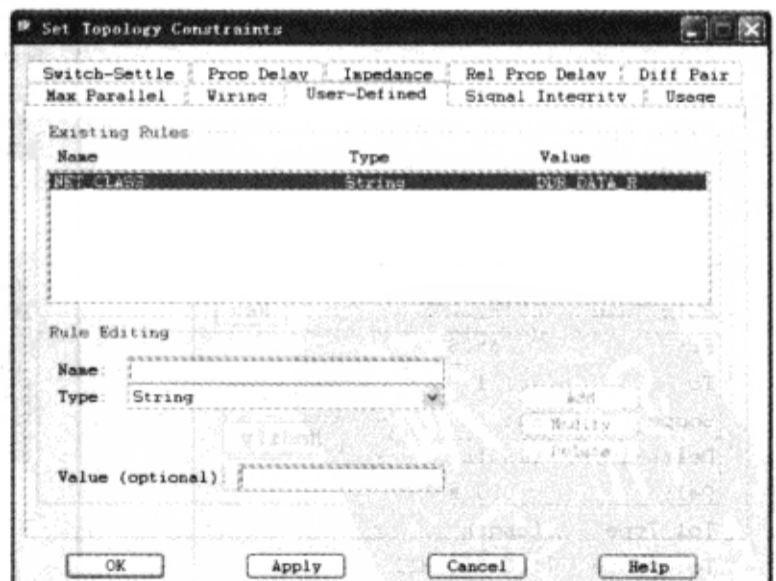

图 3-9-43 添加约束
(2) 单击“Add”按钮添加约束设置，如图 3-9-43 所示。